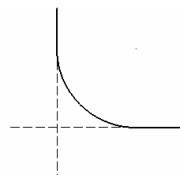

图 2-138
- : 表示保留除圆角外的多余线条，并且改为参考特征线，如图 2-138 所示。